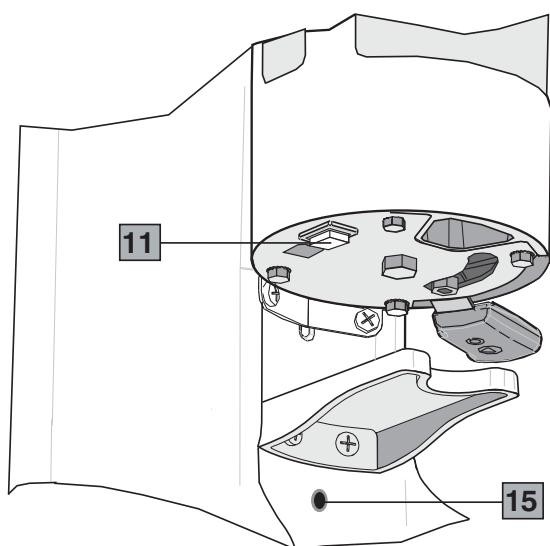
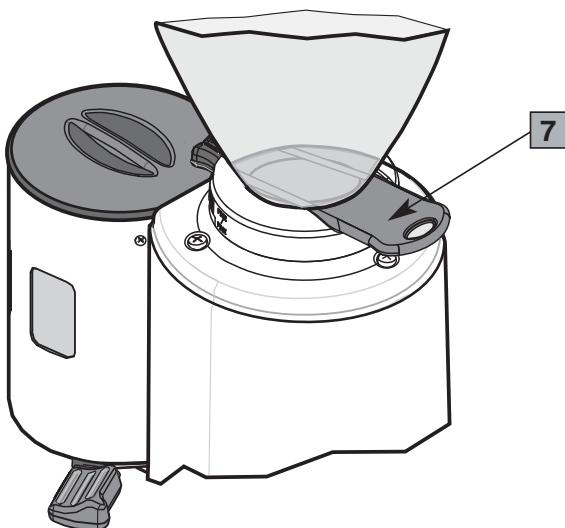

Fig. 3
Fig. 4
Componenti principali (Fig. 1, Fig. 2, Fig. 3, Fig. 4)
6. Accertarsi che il contenitore dei chicchi di caffè (campana) sia correttamente disposto e abbia l'otturatore aperto (7 Fig. 4).